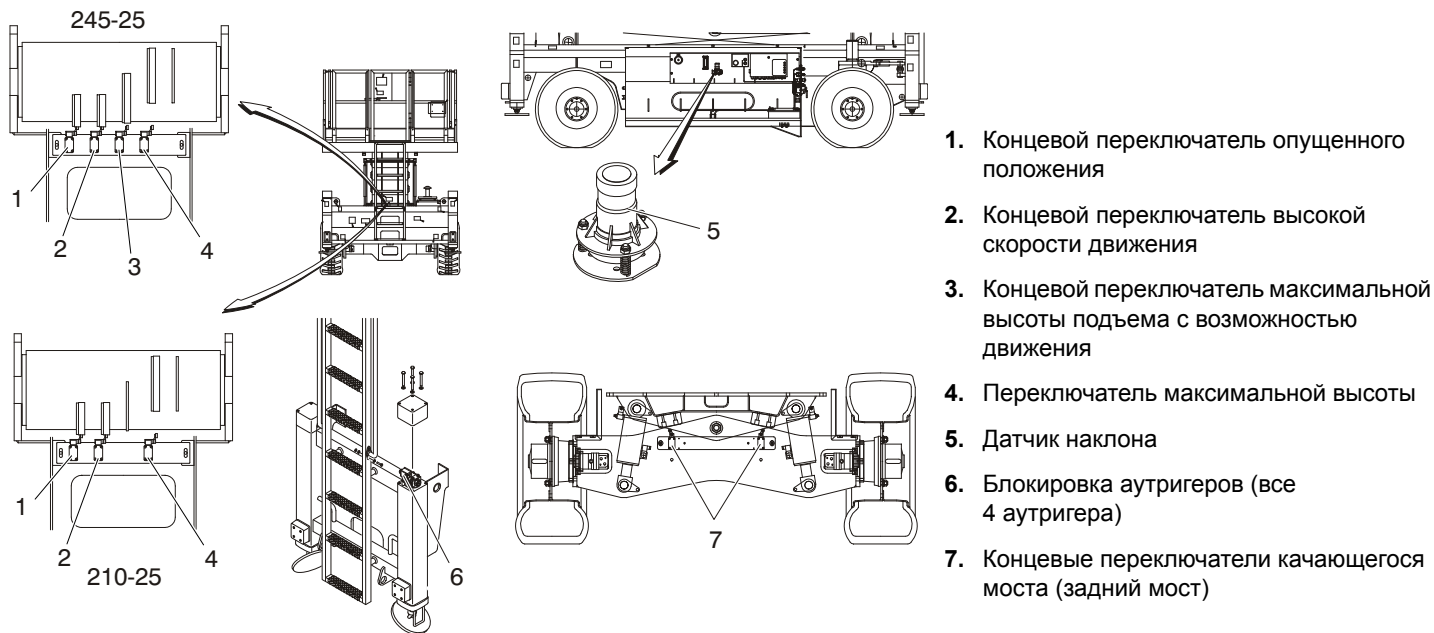

Рис. 2-1. Расположение концевых переключателей
5. **Обход машины** — см. рис. 2-1.